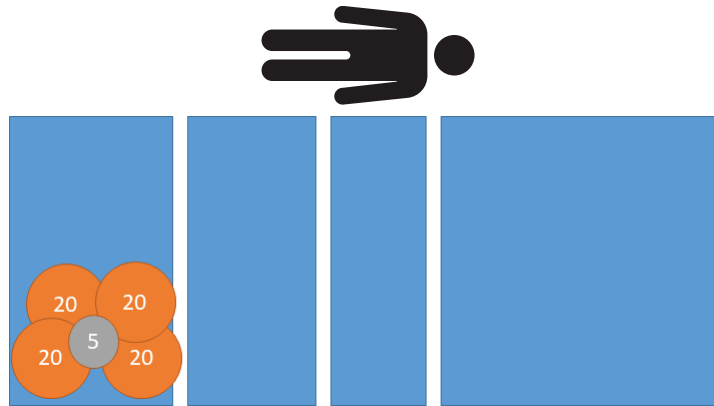

Figura 14 – Prueba de excentricidad - 85 kg en los pies izquierda
2. Con ayuda de pesos calibrados, coloque 85 kg en los pies, izquierda del producto (Figura 14).